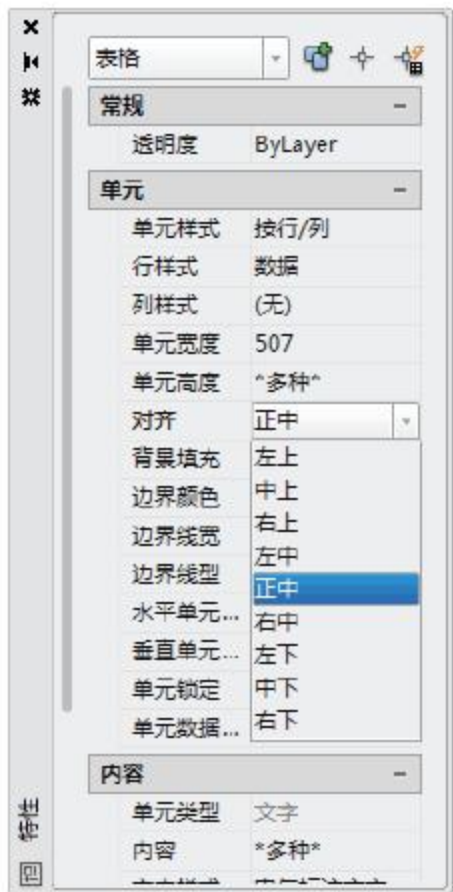

图10-62 选择对齐方式
- 在弹出的【特性】选项板中展开【单元】卷展栏，在【对齐】下拉列表中选择【正中】选项，如图10-62所示。